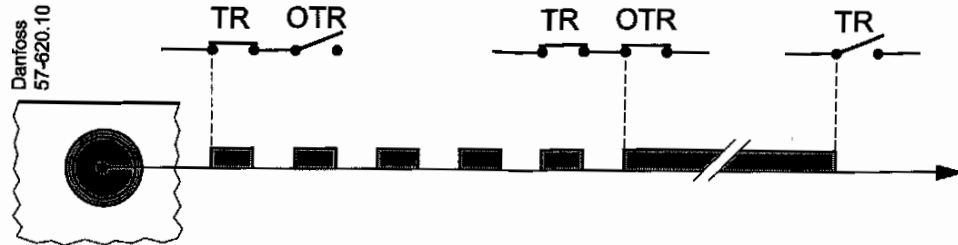

Fig. 4.
Når kedeltemostaten (TR) slutter, vil reset knappen blinke grønt. Så snart forvarmertermostaten (OTR) slutter, vil reset knappen lyse konstant grønt, fig. 4. Når kedeltemostaten bryder, slukker det grønne lys. På OBC 85 slukker lyset først efter udløb af efterventilationsperioden.